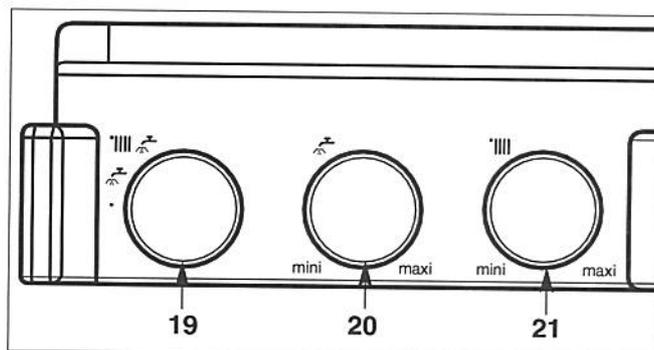
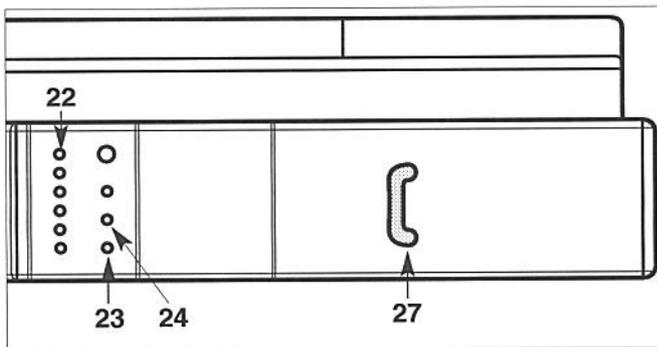

Fig. 23
Fig. 24
No olvidar volver a abrirla al principio de la temporada de calefacción cuando se vuelva a poner el conmutador "19" (fig. 23) en la posición « IIII 🔥 ».
- Poner el conmutador "19" (fig. 23) en la posición « IIII 🔥 » indicador luminoso verde "23" encendido ; el indicador luminoso naranja "24" (fig. 24) se enciende cada vez que el quemador entra en funcionamiento.
El botón de ajuste de la calefacción "21" « IIII » (fig. 23) da la posibilidad de ajustar la temperatura del agua del circuito de calefacción en función de las necesidades de la temporada.
El indicador "22" 🔥 (fig. 24) visualiza esta temperatura.
- Ponga el conmutador "19" en posición paro « ● », extinción del indicador luminoso verde "23" (fig. 24).